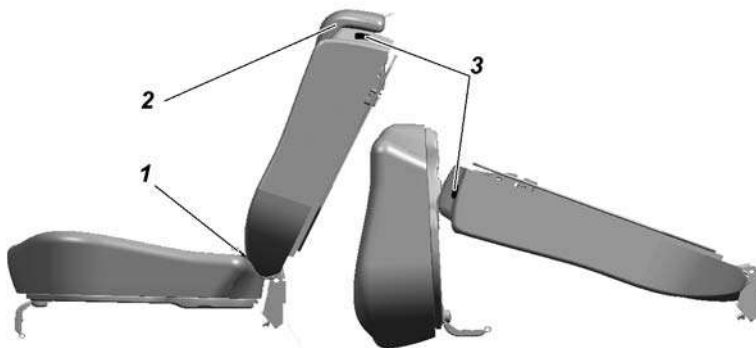

Рис. 3.37. Заднее трехместное сиденье (для автомобилей УАЗ-236323 и УАЗ-236324):
Заднее трехместное сиденье (рис. 3.37) состоит из одноместной и двухместной подушки и одноместной и двухместной спинки.
- потяните за петлю 1 (рис. 3.37) и установите подушку в вертикальное положение;
- потяните за рычаг 3 по направлению движения автомобиля, освободив спинку, уложите ее, как показано на схеме, рис. 3.37;